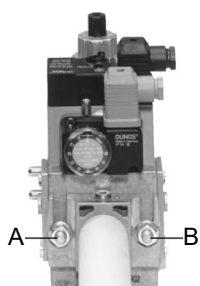

Fig. 2
3. apretar los tornillos A, B, C y D (Fig. 2 - Fig. 3), respetando las posiciones de montaje (Fig. 5);